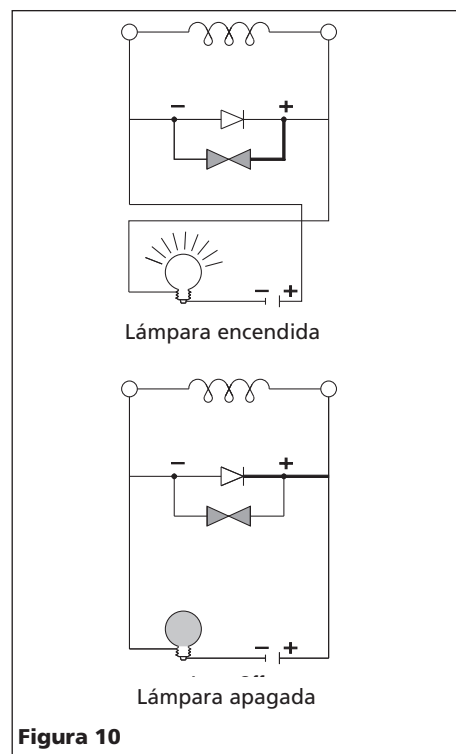

Figura 10
2. Conecte la batería y la lámpara como se muestra en la Figura 10.